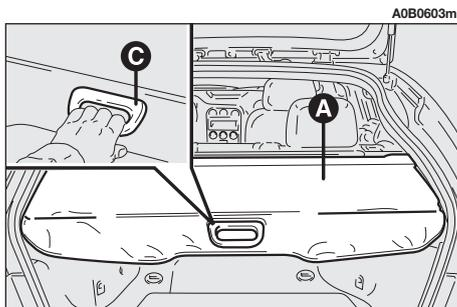
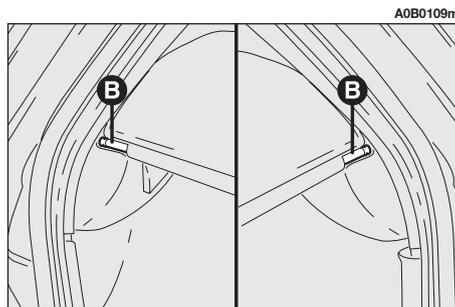

Abb. 28
Abb. 29
Die Plane für Abdeckung des Gepäcks (**A**, **Abb. 28**) kann aufgerollt und entfernt werden.
Zum Aufrollen die beiden hinteren Haken (**B**, **Abb. 29**) aus ihren Aufnahmen ziehen.
**ZUR BEACHTUNG** Das Aufrollen der Plane durch Festhalten am Griff (**C**, **Abb. 28**) unterstützen.
Für Einsatz der Plane die beiden Enden des Aufrollers in die betreffenden Aufnahmen einsetzen und sicher stellen, dass die Befestigungshaken korrekt vorn blockiert und die grünen Symbole unten auf den Tasten nicht mehr sichtbar sind. Dann die Plane durch Zug am Griff (**C**, **Abb. 28**) ausrollen und an den beiden hinteren Stiften (**B**, **Abb. 29**) einhaken.